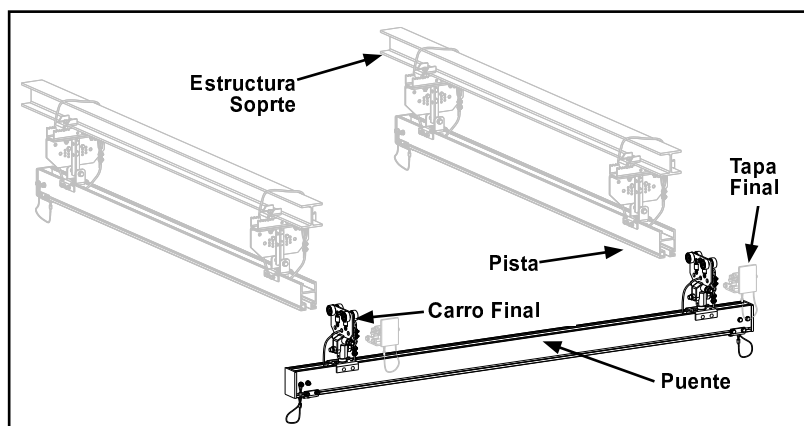

Figura 3-2
- Paso 3. Deslice los carros finales dentro del canal guía en el riel de acuerdo a instrucciones vea figura 3-2. Busque en el manual la sección "Carros Finales" pagina 3-24.
- Paso 9. Instale Tapas finales y topes. Vea Figura 3-2. Vea sección "Tapas finales y topes" pagina 3-20.